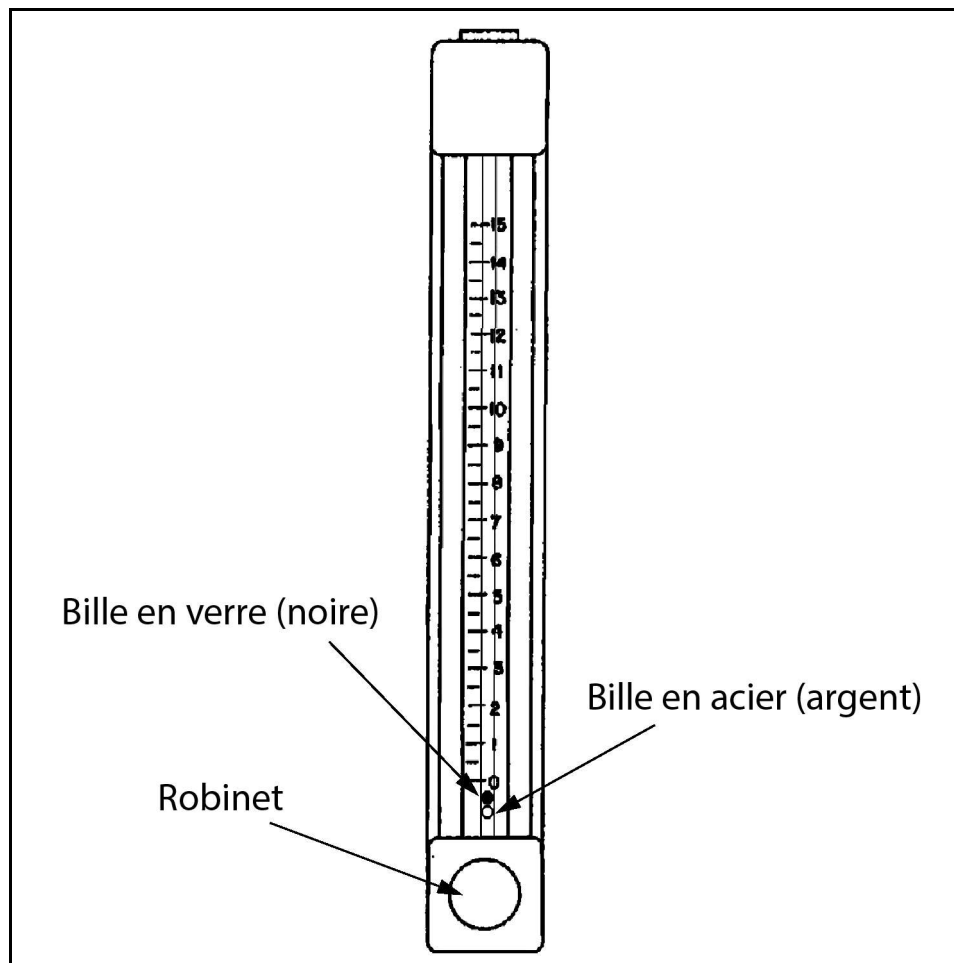
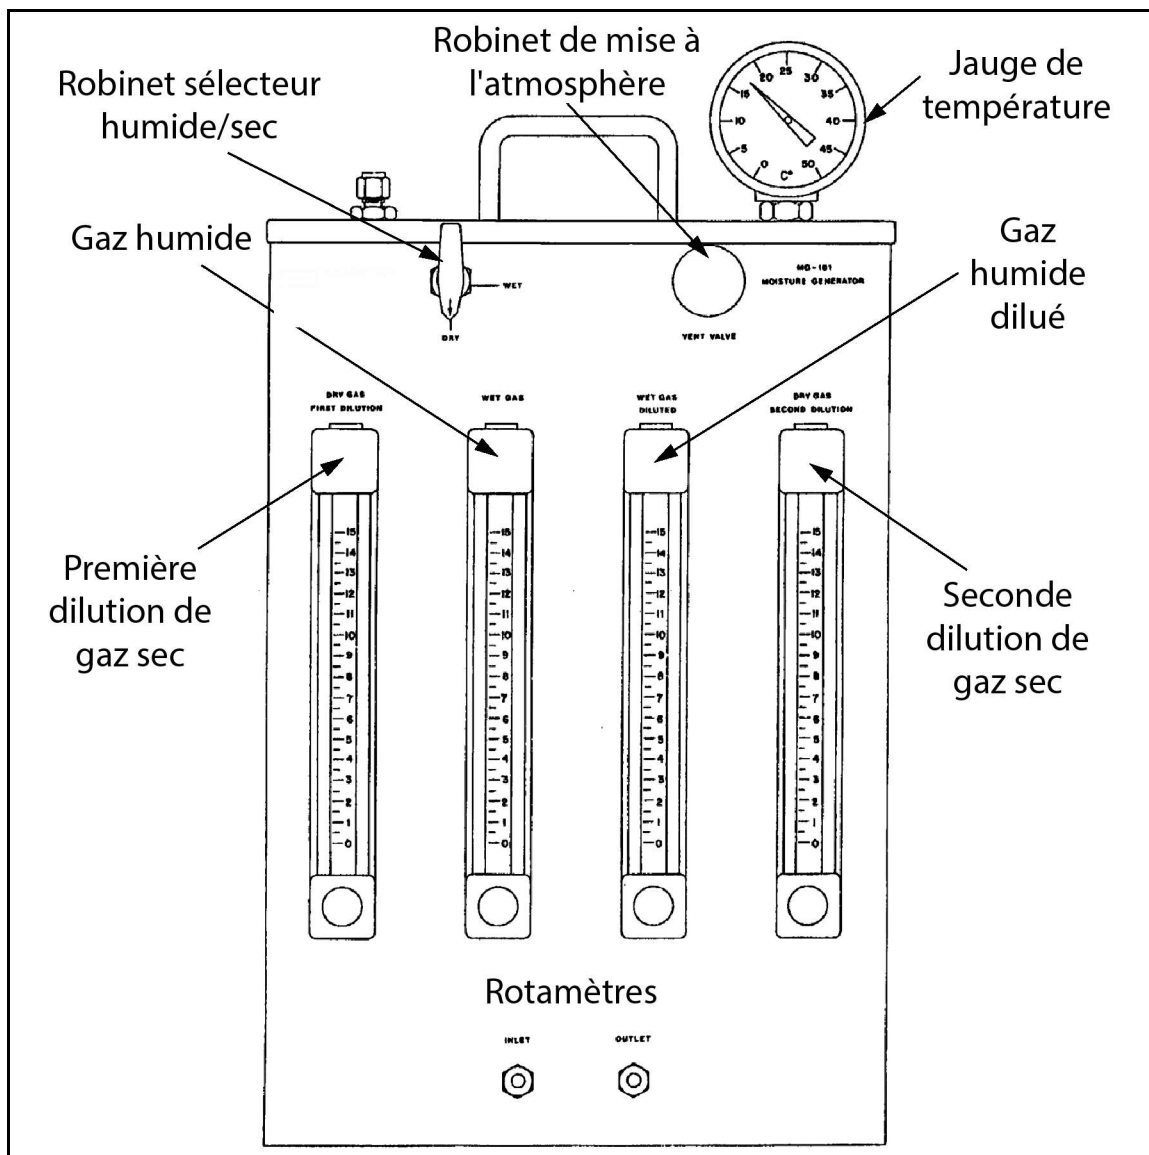

Figure 5: Robinet et billes de rotamètre
Figure 6: Rotamètres et robinets
Pour utiliser le MG-101, procédez comme suit en vous aidant de la *Figure 5* ci-dessous et de la *Figure 6*, page 9 :
**Remarque:** Les rotamètres sont de type à bille flottante, à double plage, chacun d'eux ayant une bille en acier et une bille en verre. Lorsque vous lisez les rotamètres, veillez à observer la bille en acier ou la bille en verre (voir *Figure 5* ci-dessous) selon les instructions données (les nombres figurant dans les tableaux sont suivis d'un S ou d'un G pour désigner le matériau de la bille).
Pour les points d'étalonnage qui se trouvent dans le **tableau de données 3**, reportez-vous à la *Figure 6, page 9* et procédez comme suit :
Pour les points d'étalonnage qui se trouvent dans le **tableau de données 2**, reportez-vous à la *Figure 6, page 9* et procédez comme suit :